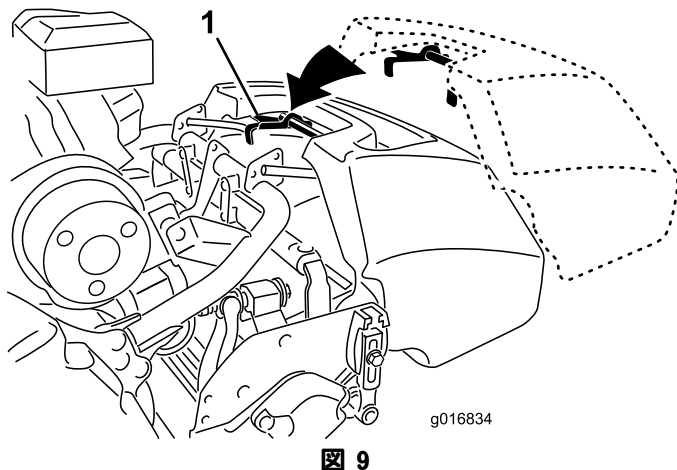

図 9
1. バスケットのハンドルをつかむ（図 9）。
2. バスケットのリップ部をカッティングユニットの左右のサイドプレートの中央部に合わせて前ローラの上にセットする（図 9）。
3. フレームループの上からバスケットを取り付ける（図 9）。